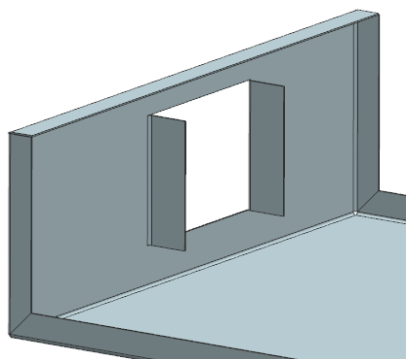

图 6-109 创建弯边特征
(6) 在“弯边”对话框中，单击确定按钮，创建弯边特征，如图 6-109 所示。